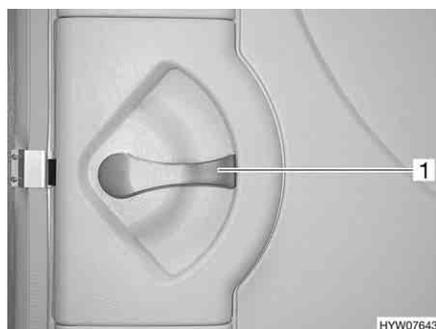
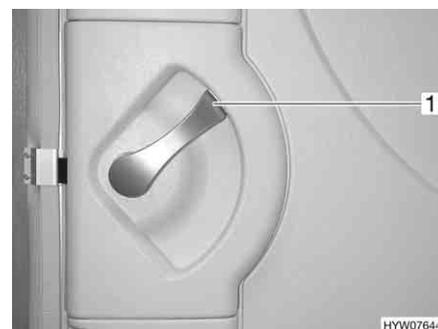

Fig. 22 Serratura della porta, lato interno, aperta
Fig. 23 Serratura della porta, lato interno, bloccata
Apertura: ■ Premere la maniglia della porta (Fig. 22,1) verso il basso.
Bloccaggio: ■ Ruotare la maniglia della porta (Fig. 23,1) per circa 45° verso l'alto e lasciarla in questa posizione.
- ▷ Fig. 24 e Fig. 25 mostrano una versione alternativa. Il funzionamento è identico a quello della versione della Fig. 22 e della Fig. 23.